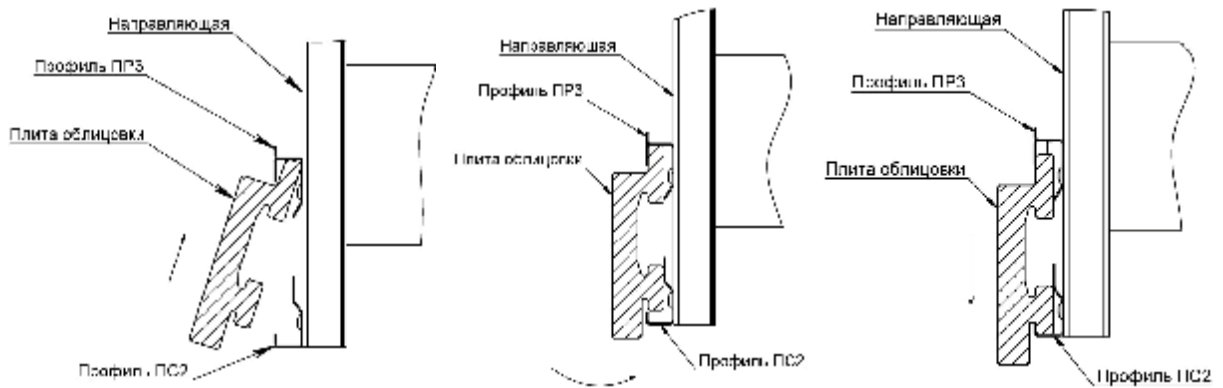

Рис. 6
- верхняя кромка плиты заводится в паз выше расположенного и профиля ПР, затем плитку необходимо прижать к системе и опустить её вниз. (см. рис. 6)
- после необходимо в верхней кромке профиля ПР отогнуть прижимной лепесток вниз до верхней грани плитки, тем самым зафиксировав её. (см. рис. 6)